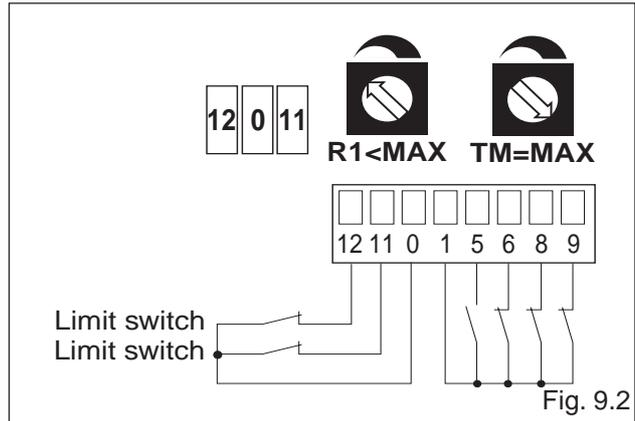

Fig. 9.2
- (Abb. 9.2) **Der Flügel hält an den Endanschlägen an und kehrt die Bewegung bei Hindernissen um** Bewegungszeit auf $TM = MAX$ einstellen und die N.C.-Kontakte der Endschalter zum Öffnen und Schließen an die Klemmen 0-11-12 anschließen.